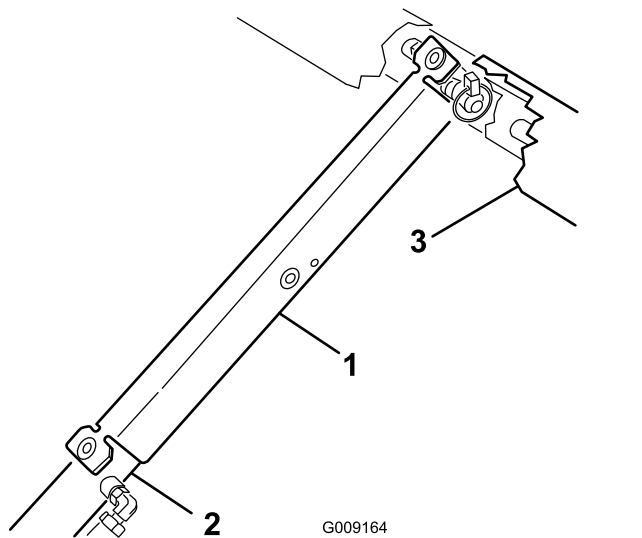

Figura 89
8. Coloque el soporte de la plataforma a presión sobre la varilla del cilindro, asegurándose de que los extremos del soporte descansan sobre el extremo del cilindro y sobre la rótula del cilindro de elevación (Figura 89).